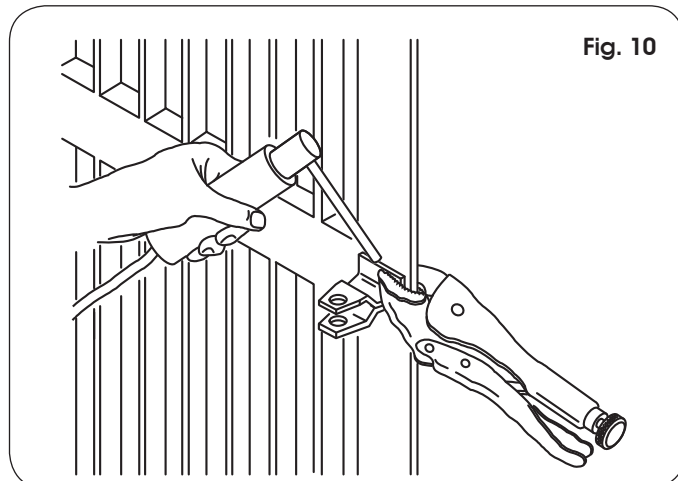

Fig. 11
- ☞ (A) É aconselhável engraxar todos os pinos de fixação dos engates.
- ☞ (B) Caso não seja possível executar as soldagens, as placas dos engates dianteiro e traseiro são predispostas para uma eventual fixação com parafusos.
- 12) Predispor o cárter de proteção e aplicá-lo no operador como na Fig. 11. Montar o protetor de curva do cabo elétrico Fig. 14A).